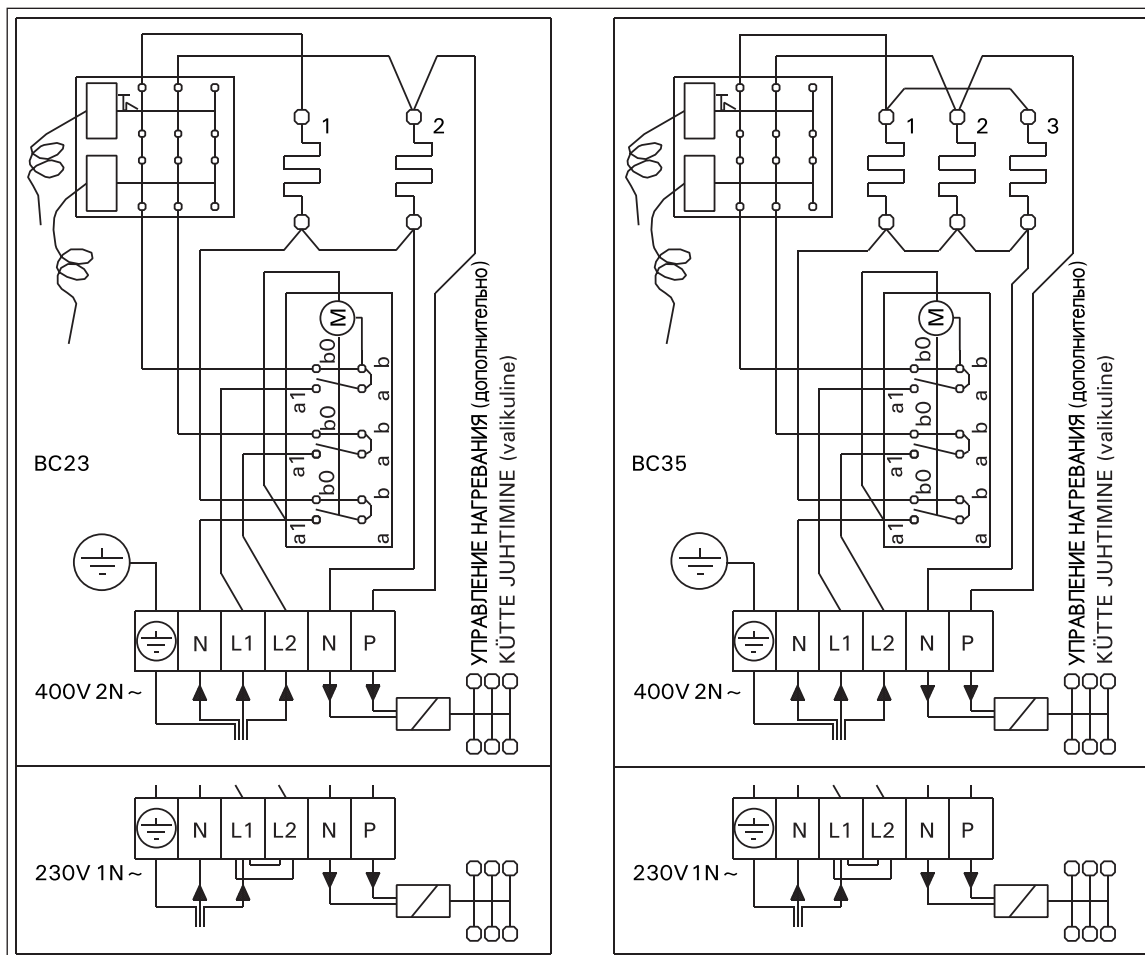

Рисунок 8. Электромонтаж каменки BC
Внутри каменки находится встроенный пульт управления. Кроме сетевого подключения, пульт снабжен подключением (P), дающим возможность управления электроотоплением (см. рис. 8).
Электрокаменки BC23 и BC35 работают в 3-фазной сети переменного тока напряжением 400 В. Эти модели для российского рынка могут также быть модифицированы для использования в 1-фазной сети переменного тока напряжением 230 В. См. таблицу 1 и рис. 8 ниже. Подключение модифицированных моделей к 1-фазной сети должно производиться в соответствии с действующими нормативными документами при наличии разрешения местной организации электроснабжения. Модели для остальных регионов могут быть подключены только в 3-фазную сеть.